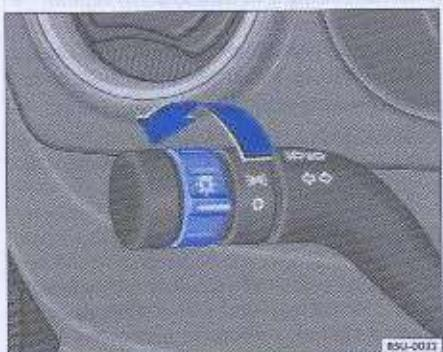

Fig. 63 Detalle en la palanca de los indicadores de dirección: interruptor de las luces.
- Gire el interruptor hasta la posición → fig. 63. En esta posición se encienden las linternas (luz de posición), luz de la placa de matrícula y tablero de instrumentos →
- Gire el interruptor hasta la posición → fig. 63. En esta posición, se encienden los faros, de carretera o de cruce, dependiendo del conmutador de los faros → página 91.